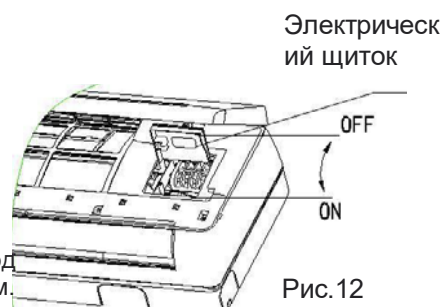

Рис. 12
- Ослабьте винт на соединительной крышке. (Рис. 12)
- Подключите соединительные провода питания и провод управления сигналом отдельно к соответствующим клеммам. (См. рис. 14, рис. 12)